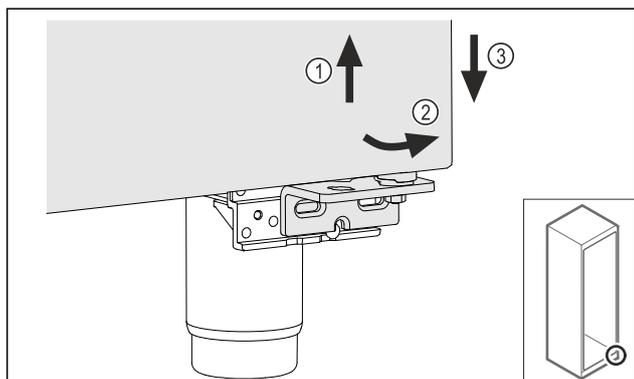

Fig. 26
- ▶ Ngrini derën paksa lart Fig. 26 (1), tërhiqeni nga përpara në pjesën poshtë Fig. 26 (2) dhe uleni poshtë Fig. 26 (3).